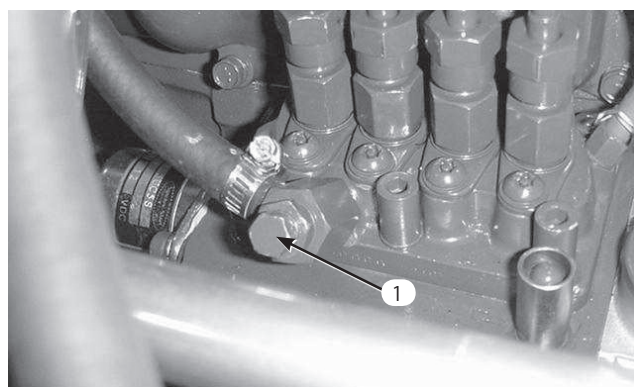

図15
5. 燃料噴射ポンプについているエア抜きネジをゆるめる(図15)。